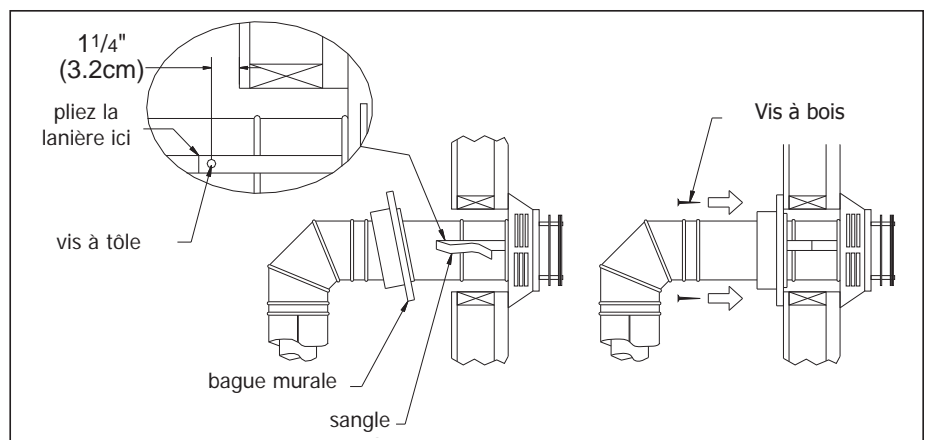

Figure 27: l'installation de coupe-feu mural décoratif
6. Faites glisser l'appareil et son système d'évacuation vers le mur, en insérant soigneusement le tuyau d'évacuation dans l'ensemble de bouchon. Il est important que le tuyau d'évacuation se étendent dans le capuchon d'évent d'une distance suffisante avec un minimum de 1 ¼ "(3,2 cm) se chevauchent. Sécuriser la connexion entre le tuyau du chapeau d'évacuation et le bouchon de ventilation en attachant les deux sangles en tôle se étendant de l'ensemble du chapeau d'évacuation dans la paroi extérieure du tuyau de ventilation. Utilisez les deux vis à tôle fournies pour connecter les sangles pour le tuyau de ventilation. Bend toute portion restante des sangles en tôle vers le bouchon de ventilation, de sorte que la bague murale décorative se cacher (voir image de gauche dans la figure 27).
7. Faites glisser le mural décoratif Thimble jusqu'à la surface du mur et fixez avec les vis fournies. Appliquer laiton décoratif ou garniture chromée si désiré (voir image de droite dans la figure 27).